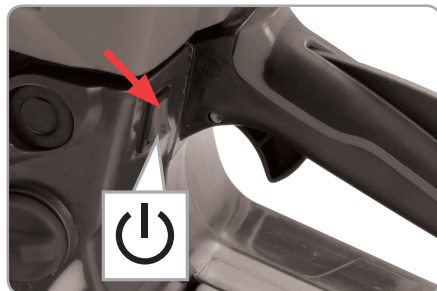

Fig.5
- Apăsați comutatorul pe poziția PORNIT (fig.5).